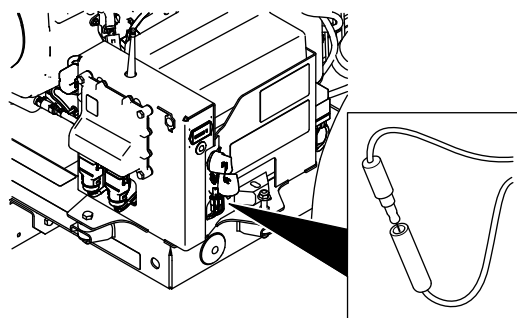

図 55
2. ピン 1 本のコネクタをソケット 1 個のコネクタから外す 図 55。
3. ピン 1 本のコネクタをソケット 1 個のコネクタに接続する 図 55。